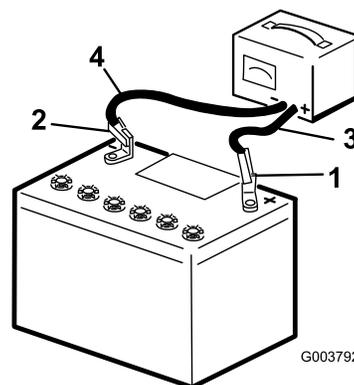

Рисунок 5
3. Подключите к аккумуляторной батарее зарядное устройство (Рисунок 5) и произведите зарядку батареи в течение не менее 1 часа при токе от 6 до 10 А. Не допускайте избыточного заряда аккумулятора.
4. После полного заряжения аккумулятора отсоедините зарядное устройство от электророзетки и штырей аккумулятора (Рисунок 5).